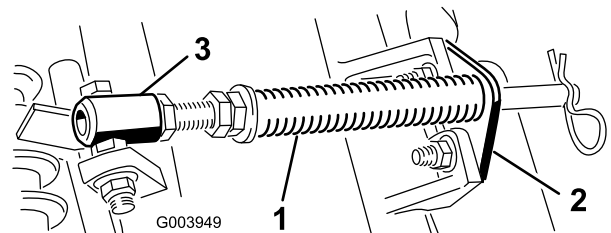

Bild 4
- A. Nehmen Sie die zwei Schlossschrauben und Muttern ab, mit denen die Stangenhalterung an den Laschen des Mähwerks befestigt ist (Bild 4).
- B. Nehmen Sie die Bundmutter ab, mit denen die Schraube des Federrohrs an der Trägerrahmenlasche befestigt ist (Bild 4). Nehmen Sie das Bauteil ab.